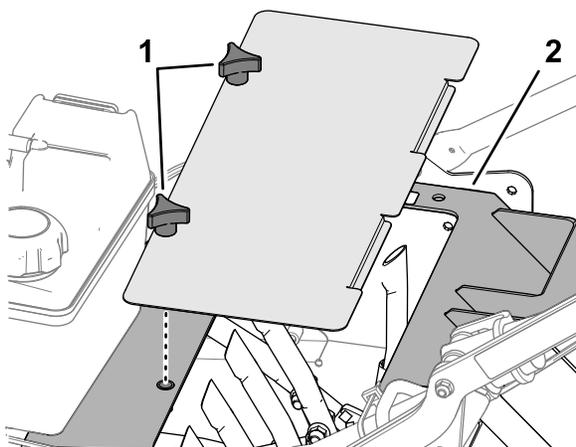

Рисунок 26
1. Совместите выступы крышки для доступа к зубьям с отверстиями в корпусе зубьев (Рисунок 26).